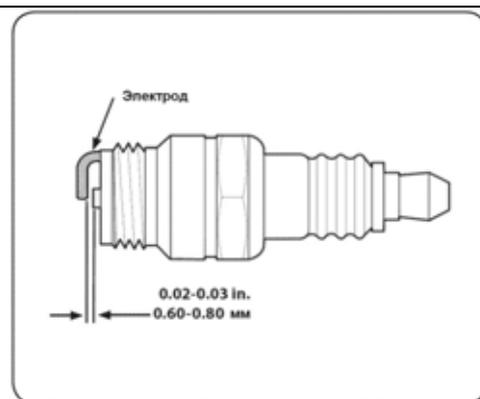

Рис.11
- Снимите и осмотрите свечу зажигания. Проверьте зазор и убедитесь, что он составляет 0,03 дюйма (смотри рисунок 11).